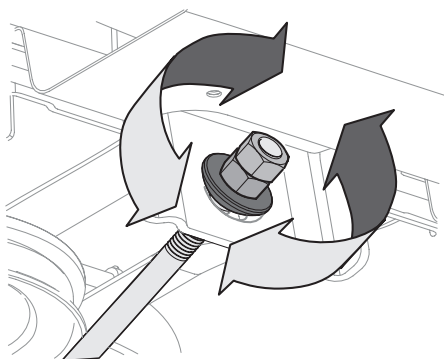

Figure 29
- Pour **relever** l'avant du plateau de coupe, desserrez l'écrou supérieur, puis resserrez l'écrou inférieur (tournez vers la droite). Voir Figure 29. Après avoir effectué le réglage approprié, serrez l'écrou à un couple de 25 à 30 pi-lb (34 à 41 N-m).
- Pour **abaisser** l'avant du plateau de coupe, desserrez l'écrou supérieur, puis desserrez l'écrou inférieur (vers la gauche). Voir Figure 29. Une fois le réglage approprié effectué, serrez l'écrou supérieur.